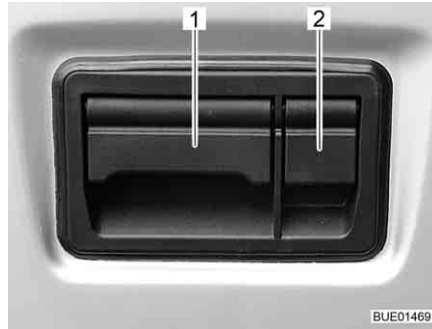

Fig. 31 Serrure du portillon arrière, extérieur
- Ouvrir le clapet de protection (Fig. 31,2).
- Tirer le clapet (Fig. 31,1) vers le haut et ouvrir le portillon arrière.